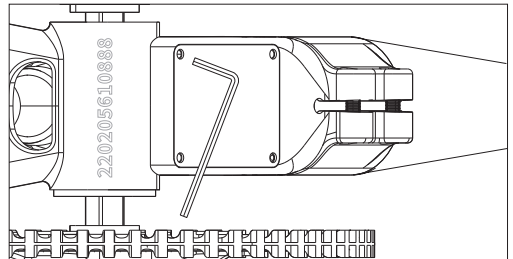

Abbildung 7-1
- a. Lösen Sie die vier Schrauben an der Abdeckung neben der unteren Halterung mit einem 3-mm-Inbusschlüssel gegen den Uhrzeigersinn und entfernen Sie dann die Schrauben und die Abdeckung, wie in **Abbildung 7-1** gezeigt.